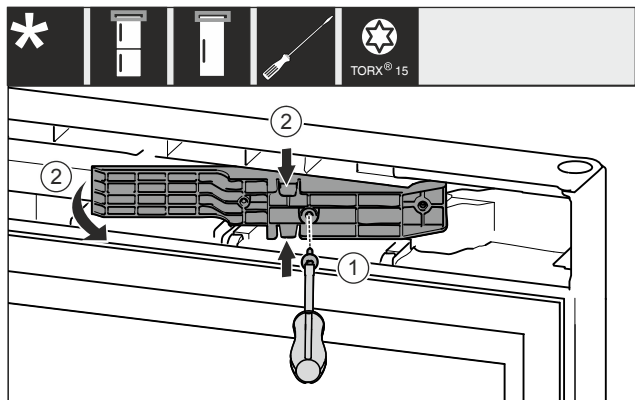

Fig. 12 \*
- ▶ Λύστε τις βίδες με κατσαβίδι T15. Fig. 12 (1)\*
- ▶ Τραβήξτε έξω τον αντάπτορα. Fig. 12 (2)\*